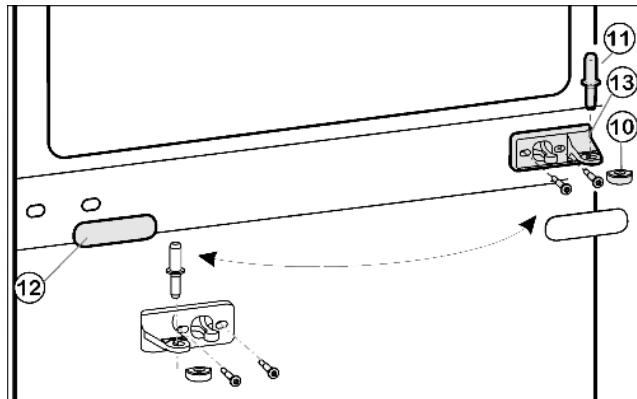
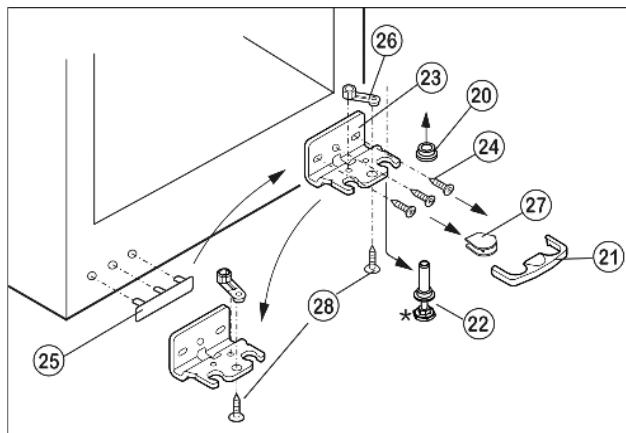

Fig. 5
Fig. 6
- ▶ Вытащите из опорного кронштейна и нижней дверцы средний опорный палец Fig. 5 (11).
- ▶ Пластмассовый колпачок Fig. 5 (10) снимите.
- ▶ Снимите средний опорный кронштейн Fig. 5 (13).
- ▶ Осторожно снимите накладку Fig. 5 (12).
- ▶ Открутите средний кронштейн Fig. 5 (13) и прикрутите его с поворотом на 180° на новую сторону шарнира **с усилием мин. 4 Нм**.
- ▶ Зашелкните накладку Fig. 5 (12), повернув на 180°, на стороне, где теперь будет ручка.
- ▶ Предохранитель Fig. 6 (21) снимите движением вперед.
- ▶ Снимите крышку Fig. 6 (27).\*
- ▶ Полностью вверните регулируемую опору Fig. 6 (22).
- ▶ Вытяните опорный палец Fig. 6 (22) вниз и вперёд. При этом следите за гнездом шарнира Fig. 6 (20).
- ▶ Открутите опорный кронштейн Fig. 6 (23)(3 шт. Torx 25 Fig. 6 (24)).
- ▶ Открутите опорную деталь Fig. 6 (26)(1 Torx 25 Fig. 6 (28)) и, переставив в отверстие на противоположной стороне опорного кронштейна, снова прикрутите.
- ▶ Осторожно приподнимите и переставьте крышку Fig. 6 (25) со стороны ручки.
- ▶ Снова прикрутите нижний опорный кронштейн Fig. 6 (23) на новой стороне шарнира при необходимости с помощью аккумуляторного шуруповерта **с усилием мин. 4 Нм**.
- ▶ Установите крышку Fig. 6 (27) на противоположной стороне.\*
- ▶ Предохранитель (21) нужно зафиксировать сбоку на кронштейне, чтобы опорный палец и двери были защищены от выпадения.
- ▶ Снова защелкните предохранитель (21) на опорном кронштейне.
- ▶ Наденьте гнездо шарнира Fig. 6 (20).
- ▶ Установите нижнюю дверцу сверху на нижний опорный палец Fig. 6 (22).
- ▶ Снова наденьте пластмассовый колпачок Fig. 5 (10) на средний опорный кронштейн Fig. 5 (13).
- ▶ Вставьте средний опорный палец Fig. 5 (11) на новой стороне шарнира через средний опорный кронштейн Fig. 5 (13) в нижнюю дверцу.
- ▶ Установите верхнюю дверцу на средний опорный палец Fig. 5 (11).
- ▶ При необходимости выровняйте дверцы через два продольных паза в нижнем опорном кронштейне Fig. 6 (23) и среднем опорном кронштейне Fig. 5 (13) параллельно корпусу устройства. Для этого выкрутите средний винт на нижнем опорном кронштейне Fig. 6 (23).